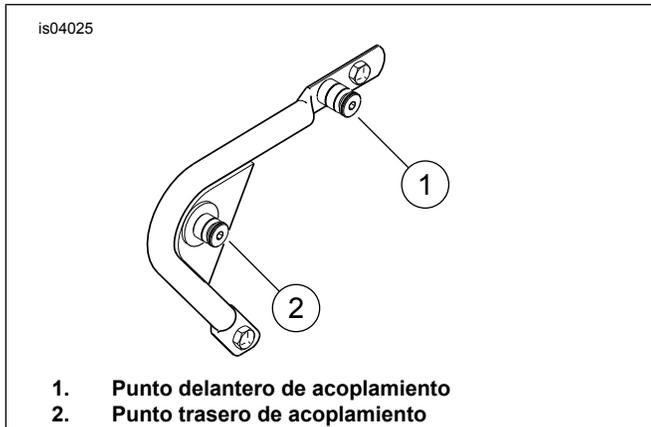
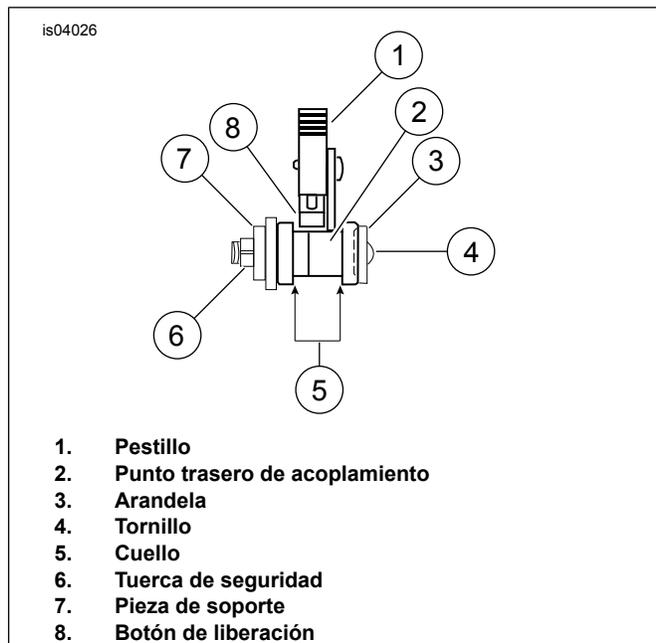

Figura 1. Pieza de soporte de los puntos de acoplamiento
Figura 2. Alineación adecuada del pestillo en el punto trasero de acoplamiento derecho (visto desde la parte trasera de la motocicleta)
2. Ver Figura 1 . Párese detrás de la motocicleta y coloque las muescas delanteras de la rejilla de Tour-Pak en los puntos delanteros de acoplamiento (1). Verifique que las muescas se asienten bien en los puntos delanteros de acoplamiento.
3. Vea la Figura 1 y la Figura 2. Coloque los pestillos sobre los puntos traseros de acoplamiento (2). Compruebe que los pestillos encajen en el cuello de los puntos traseros de acoplamiento, como se muestra en la figura 2. Esto puede requerir una compresión leve o la extensión de la rejilla.
Después de instalar la rejilla de Tour-Pak, compruebe que la rejilla y Tour-Pak estén firmes. Los puntos delanteros y traseros de acoplamiento deben estar completamente enganchados. Consulte Figura 2 para lograr el enganche correcto.